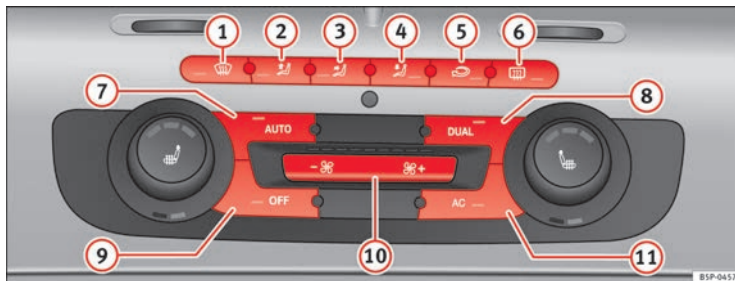

Abb. 113 Bedienelemente der 2C-Climatronic an der Instrumententafel.
- Zum Einschalten des manuellen Betriebs betätigen Sie eine der Tasten \Rightarrow Abb. 113 ① bis ⑤ oder aber die Gebläsetasten ⑩. Die jeweils eingestellte Funktion wird am Display des Radios bzw. des Navigationssystems angezeigt.
- Drücken Sie die Taste  ⇒ Abb. 113 , um den Umluftbetrieb ein- oder auszuschalten. Bei eingeschaltetem Umluftbetrieb erscheint am Display das Symbol .